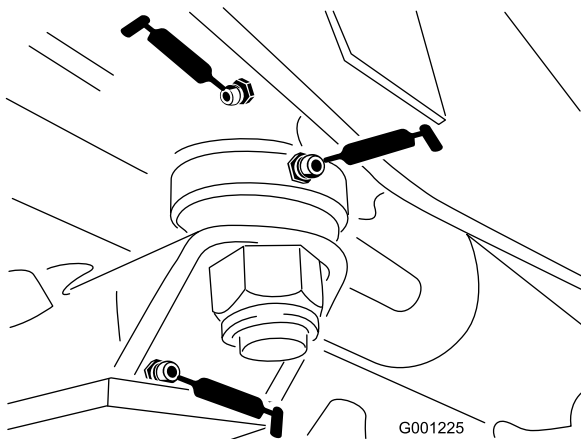

Figura 43
- Casquilhos da placa de direcção (Figura 43)
- Casquilho do pino do eixo (Figura 43)